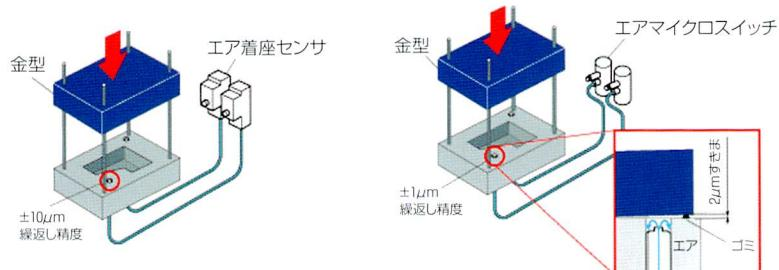

図9 金型の密着確認
- ・金型の密着確認(図9): $\pm 1\mu\text{m}$ の繰返し精度で、金型の密着を確実に検出。再現性が高く、現場での頻繁なマスタ合わせが不要に。